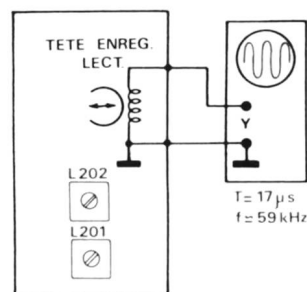

Fig. 3
B. REGLAGE DE LA FREQUENCE DE L'OSCILLATEUR ET DU REJECTEUR L 201 (Fig. 3).